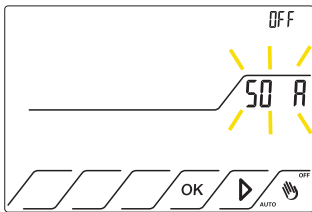

Fig.42
11.2.2 Premere il tasto ► fino a far comparire la scritta **SO A** che lampeggia. Il suo stato è in OFF. Fig.42